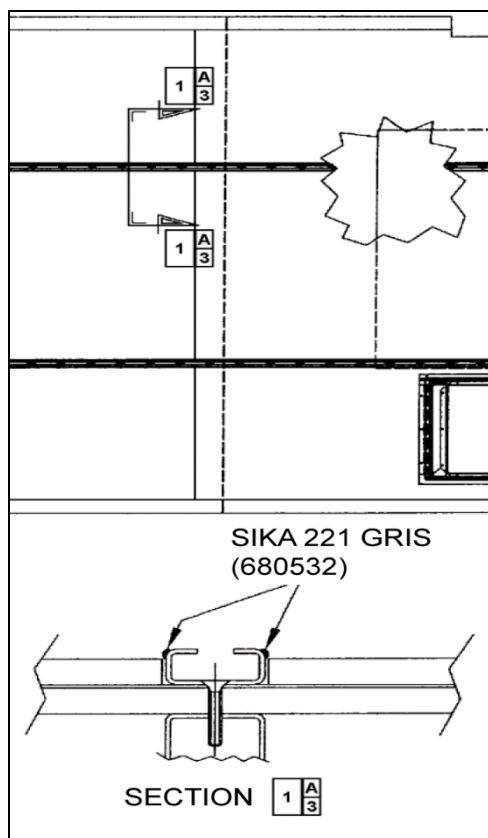

FIGURE 30: APPLICATION DE SIKA 221 GRIS
8. Appliquer du produit d'étanchéité Sikaflex 221 gris (680532) le long des voies de fixation du siège passager (voir la Figure 30).